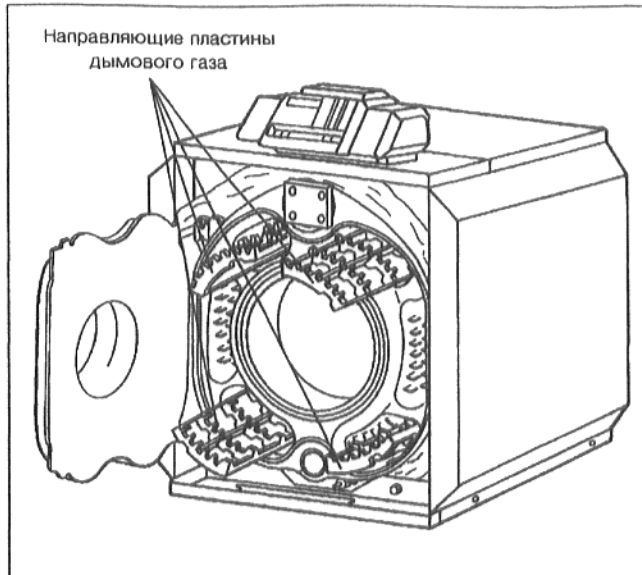

Рис. 45
- Вынуть направляющие пластины из газоходов дымового газа по направлению вперед (Рис. 45).